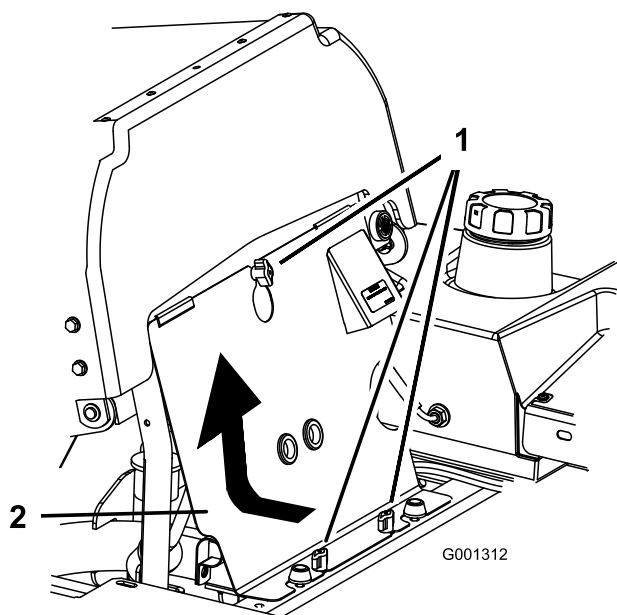

Figura 54
1. Incline el asiento hacia adelante y retire el panel delantero del motor (Figura 54).